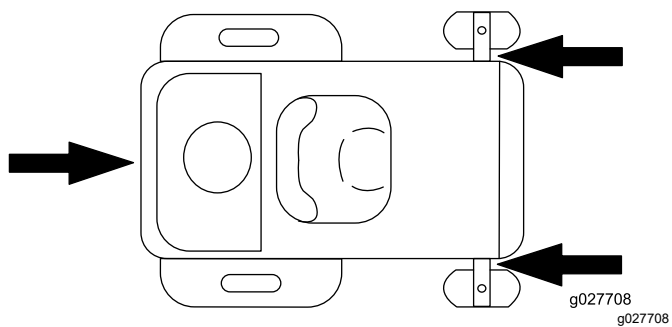

Figure 27
6. Arrimez la machine près des roues pivotantes avant et du pare-chocs arrière à l'aide de sangles, chaînes, câbles ou cordes (Figure 27). Reportez-vous à la réglementation locale concernant les exigences en matière d'arrimage.